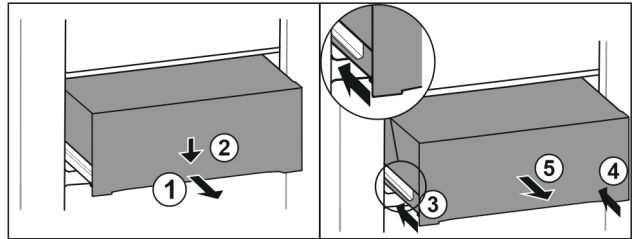

Fig. 77
- Schubfach halb herausziehen. Fig. 77 (1)
- Schubfach an der Vorderseite nach unten drücken. Fig. 77 (2)
- Linke Schiene etwa 2 cm einschieben. Fig. 77 (3)
- Rechte Schiene etwa 2 cm einschieben. Fig. 77 (4)
- Schubfach nach vorne entnehmen. Fig. 77 (5)